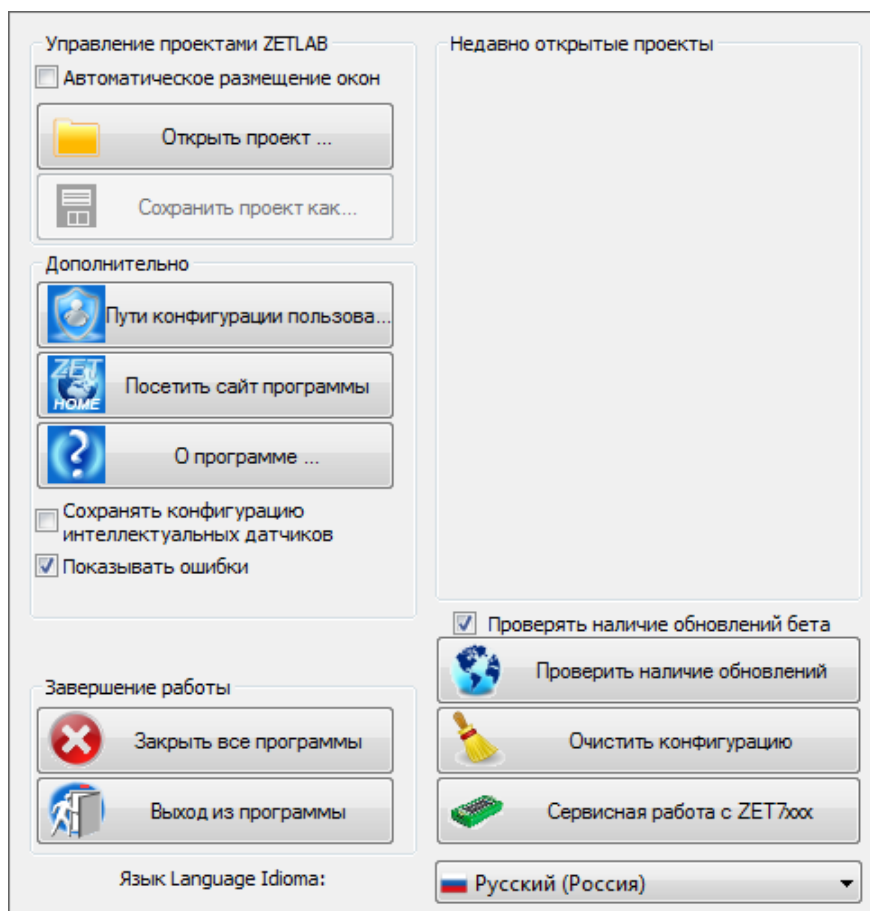

Рис. 4.5 Главное меню панели ZETLAB
10. Записанные сигналы сохраняются в директорию, указанную в программе «Пути конфигурации пользователя». Программа «Пути конфигурации пользователя» расположена в главном меню панели ZETLAB (Рис. 4.5).